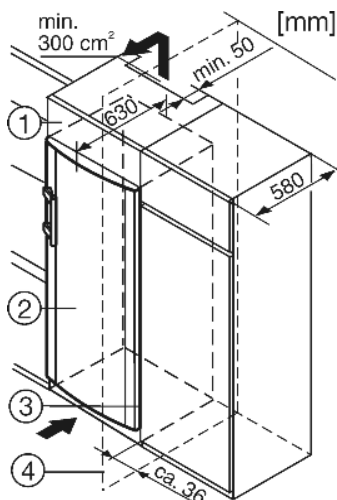

Fig. 8
- (1) Opbouwkast (2) Apparaat (3) Keukenkast (4) Wand
Het apparaat Fig. 8 (2) kan worden ingebouwd in de keuken. Om het apparaat aan de hoogte van het keukenblok aan te passen, kunt u er een passende opbouwkast Fig. 8 (1) op plaatsen.
Bij ombouw met standaard keukenkasten (max. diepte 580 mm) kan het apparaat direct naast de keukenkast Fig. 8 (3) worden opgesteld. De apparaatdeur springt opzij 34 mm en in het midden van het apparaat 50 mm uit ten opzichte van het keukenkastfront. Hierdoor is de deur zonder problemen te openen en sluiten.
Plaast u het apparaat met de scharnierkant naast een muur Fig. 8 (4), dan moet de afstand tussen apparaat en muur minstens 36 mm bedragen. Dit in verband met het uitsteken van de deurgreep bij een geopende deur.